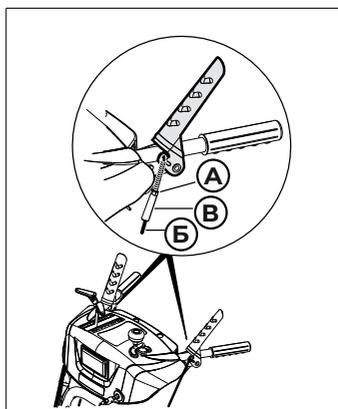

Рис. 40
2. Ослабьте контргайку (рис. 40, поз. А).
3. Удерживайте трос регулирования (рис. 40, поз. Б).
4. Поверните кольцо (рис. 40, поз. В), чтобы ослабить напряжение. НЕ затягивайте кольцо